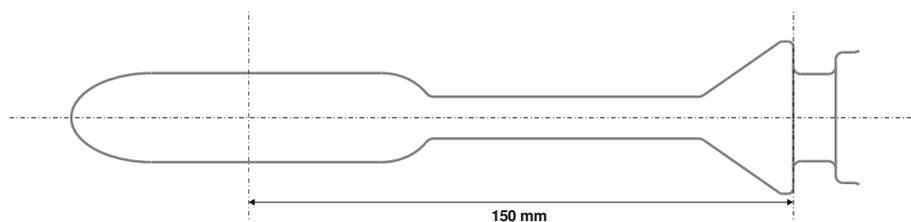

Figura 13: Distanza tra il centro della punta con forma a goccia e l'estremità dell'anello a cono per il fissaggio del preservativo.
- Il centro della punta con forma a goccia ha una distanza di 150 mm dall'estremità dell'anello a cono per il fissaggio del preservativo (vedere la figura 13).